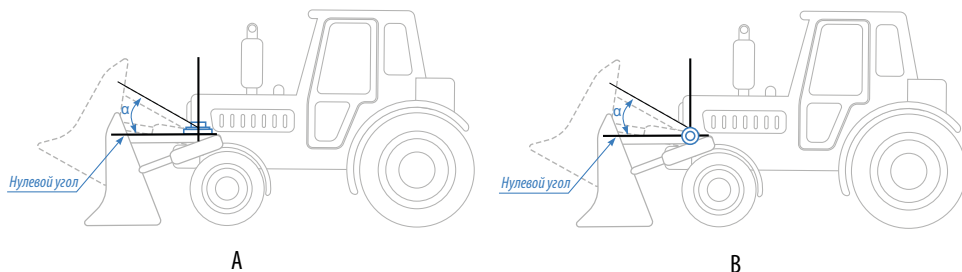

Рис.1. Пример установки датчика угла.
- Во всех режимах датчик осуществляет измерение угла наклона (α) относительно горизонтальной плоскости, обозначающей нулевой угол, кроме режимов «Тангаж» и «Крен». Начальное положение датчика при установке может быть произвольным, что позволяет установить его на любой подходящей плоскости. Например, на Рис.1, (А) датчик установлен на горизонтальной площадке, на Рис.1, (В) – на боковой площадке.